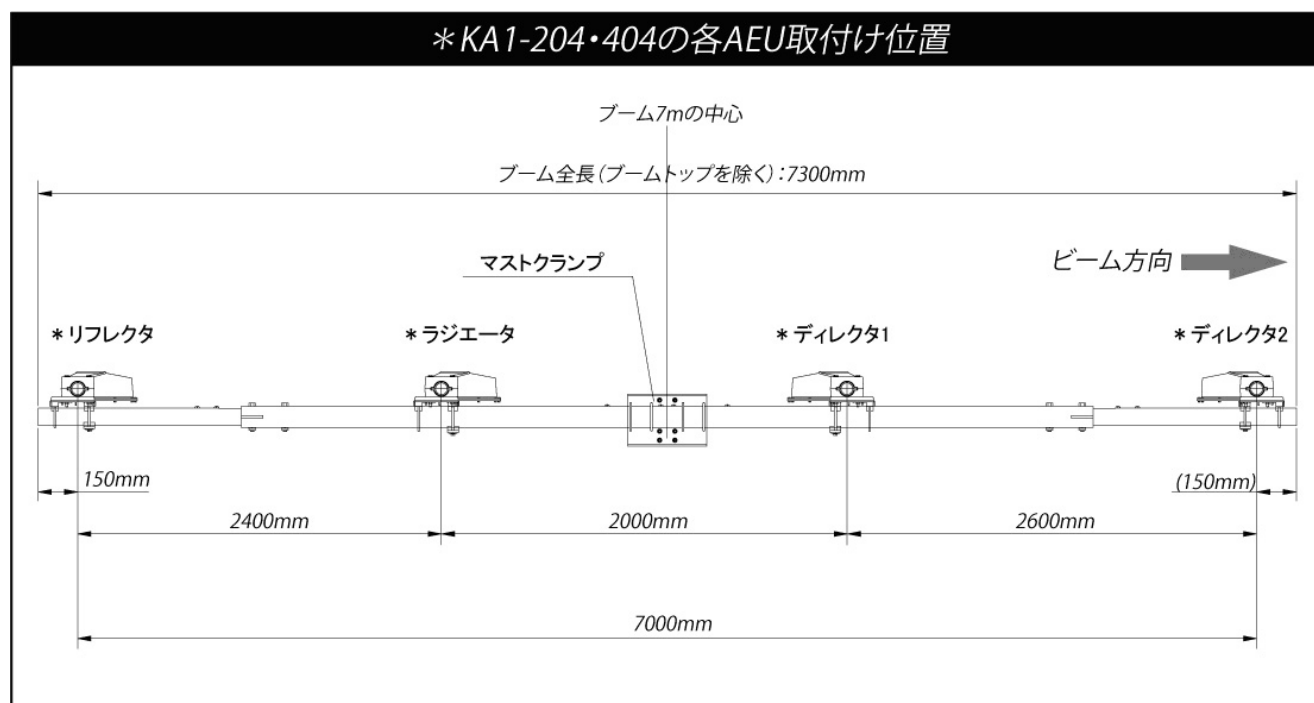

図2
〔図2参照〕
- ・「図2」に明記されているAEU取付け位置寸法値は、ブームの両端を基準にして指示されています。